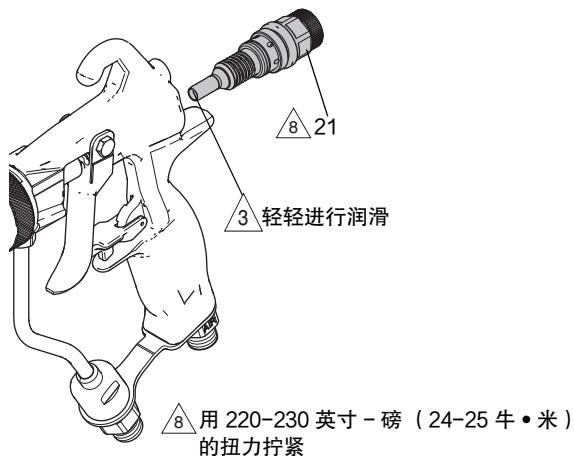

图 43: 空气套筒安装
清洁空气套筒外壳	图 43、第 30
3. 将组件 (21) 从喷枪中滑出。
5. 润滑空气润滑剂喷嘴并将空气套筒组件 (21) 旋入喷枪后部。用 220 英寸 - 磅 (24-25 牛·米) 的扭力拧紧。参见图 43。
7. 润滑空气阀喷嘴 (21a)、并将其旋入喷枪后部。用 220-230 英寸磅 (24-25 牛米) 的扭力拧紧。参见图 43。
2. 使用喷枪工具 (29) 从喷枪背面松开空气套筒组件 (21)。
3. 将空气套筒组件 (21) 从喷枪中拉出。参见图 43。
7. 润滑空气阀 (21a)、并将空气套筒组件 (21) 安装到喷枪后部。用 220–230 in– 英寸磅 (24–25 牛米) 的扭力拧紧。参见图 43。